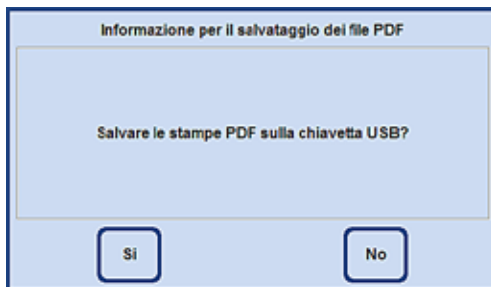

Fig. 123
- Se nello strumento si trovano stampe PDF non ancora salvate sulla chiavetta USB, appare un messaggio in cui viene chiesto se si desidera effettuare il salvataggio (fig. 123).